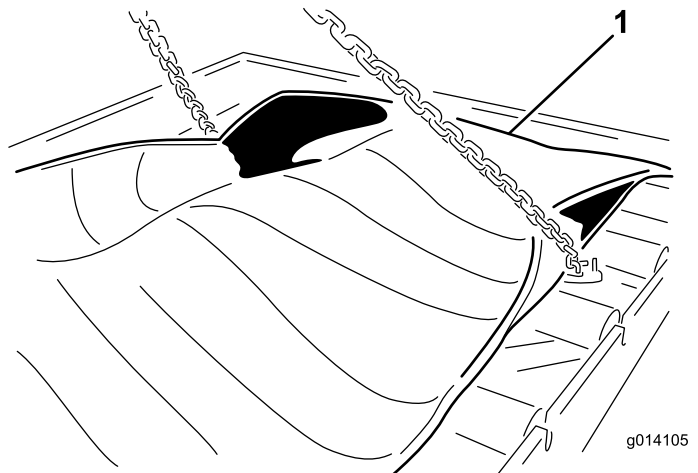

Figura 54
23. Rimuovete i 24 bulloni per liberare il telaio portante (Figura 54).